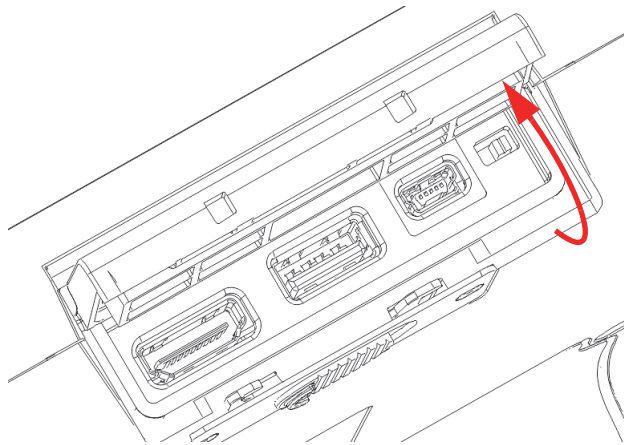

Figura 3-4 Porta de dados com tampa aberta
2. Mova a tampa de modo a libera-la completamente (veja Figura 3-4 na página 44).